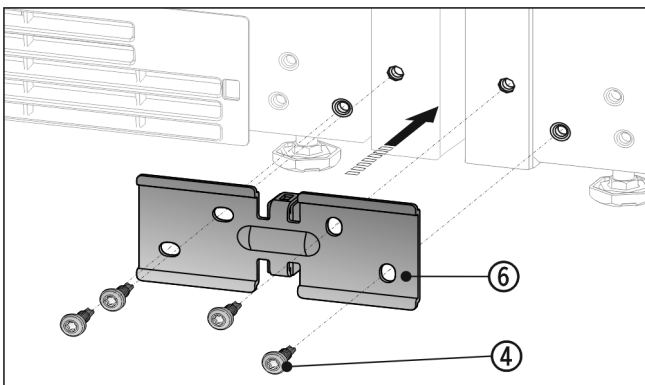

Fig. 15
- ▶ Winkel Fig. 15 (6) mit dem Distanzstück zwischen die Geräte schieben und mit 4 Schrauben Fig. 15 (4) lose anschrauben.